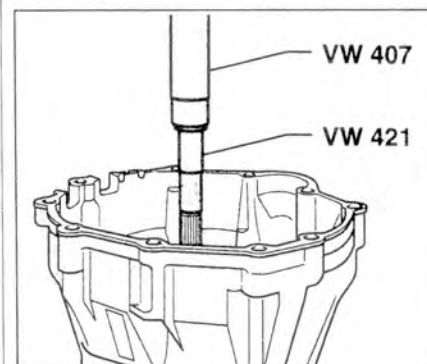

Рис. 5.37. С помощью съемников VW407 и VW421 выпрессуйте первичный вал из корпуса сцепления.
16. С помощью съемников VW407 и VW421 выпрессуйте первичный вал из корпуса сцепления (рис. 5.37).